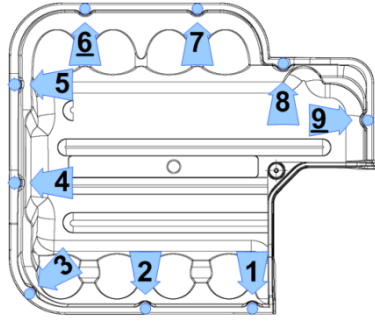

图 23 – 顶盖拧紧顺序
7. 放置顶盖，并根据图 23（顶盖拧紧顺序）所示顺序使用 M5x15 紧固件对其进行紧固。按照此顺序拧紧两次。第一次仅向下拧紧紧固件一半，以方便调整。第二遍时拧至 13 in.lb.。